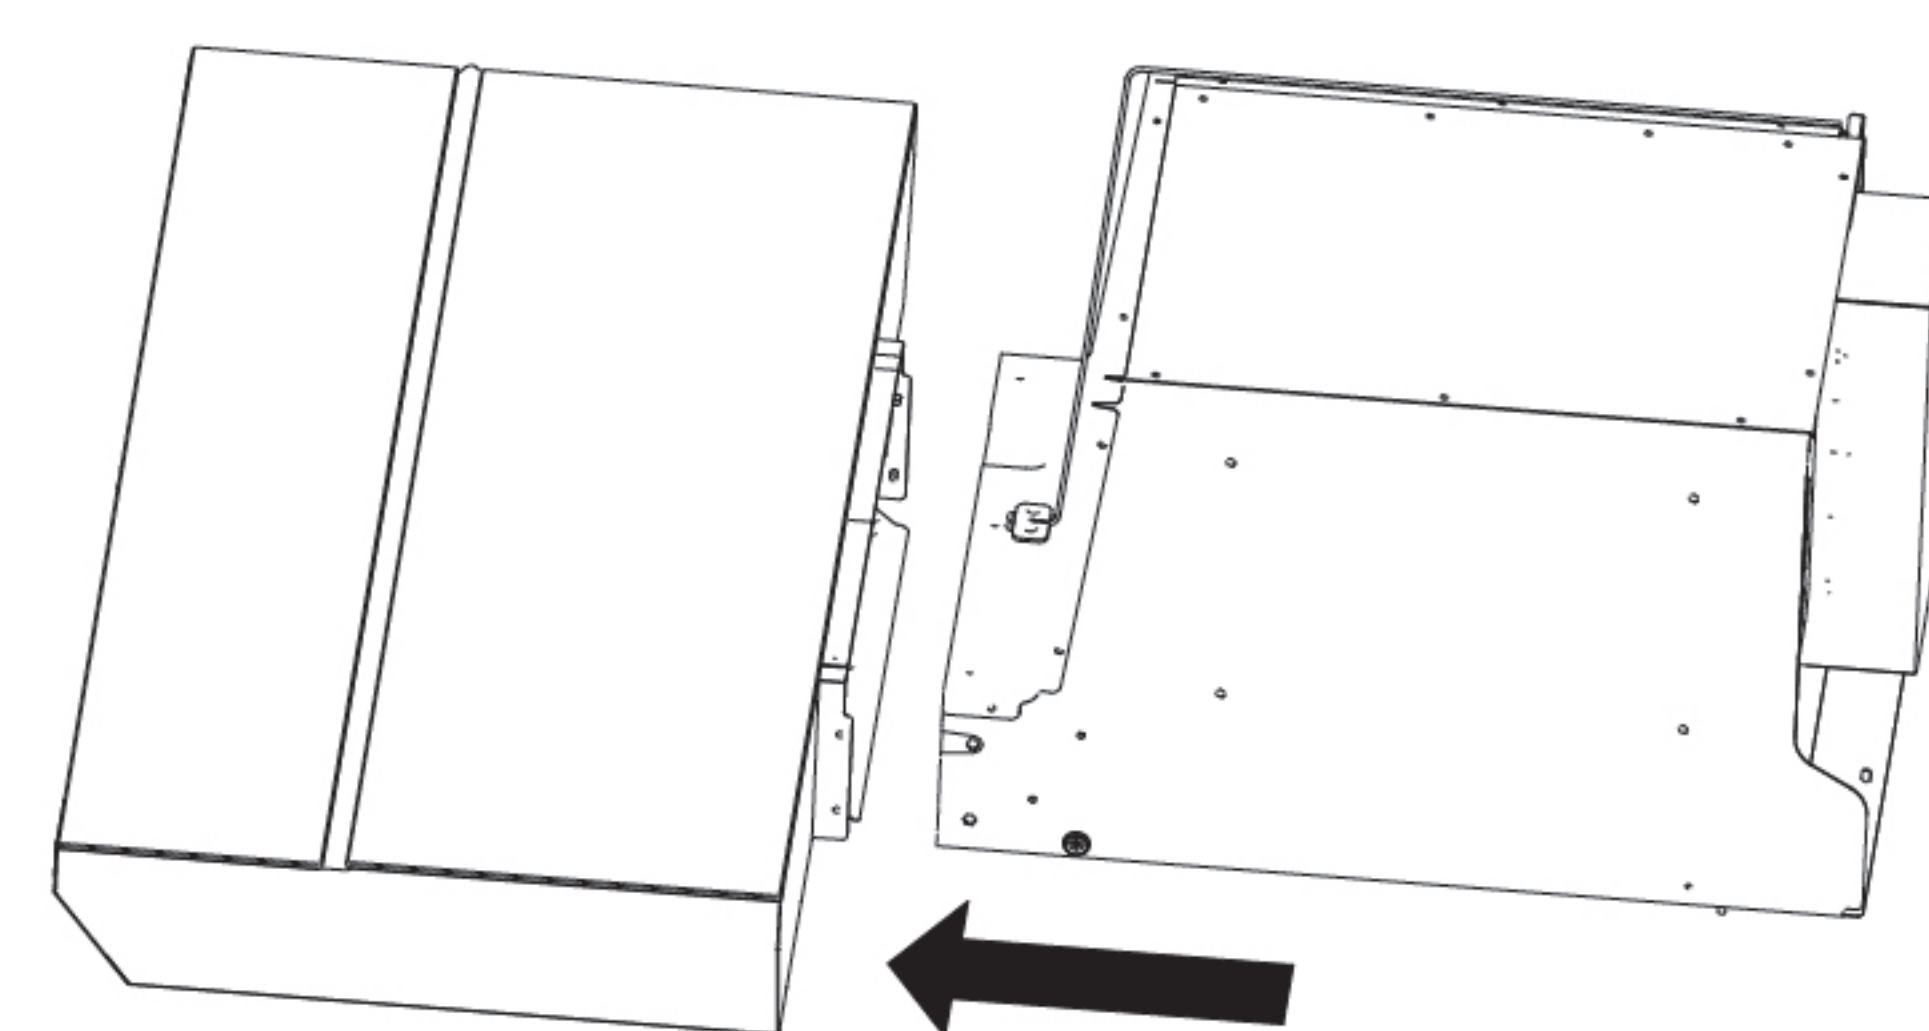

图14
5. 将吸油烟机风机系统部分沿风机架支架插入腔体组件中，直至到达风机架支架底部（如图14）。